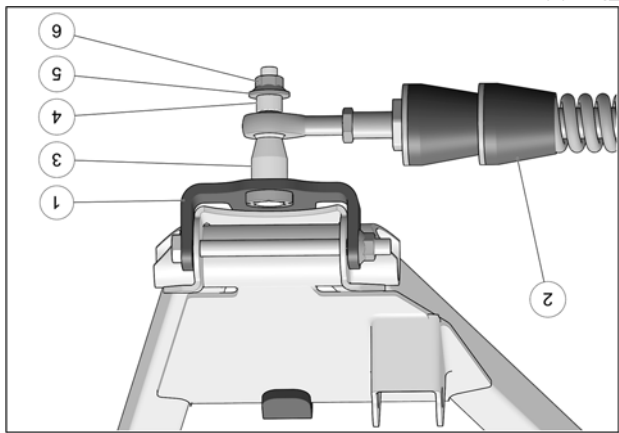

Fig. 11
10. Fixer le bras stabilisateur (2) au boulon déjà installé sur l'ancrage de suspension (1) à l'aide de l'espaceur long (3), de l'espaceur court (4), de la rondelle (5) et de l'écrou autobloquant (6). Serrer à un couple de 70 N•m [52 lb•pi]. Voir la Fig. 11